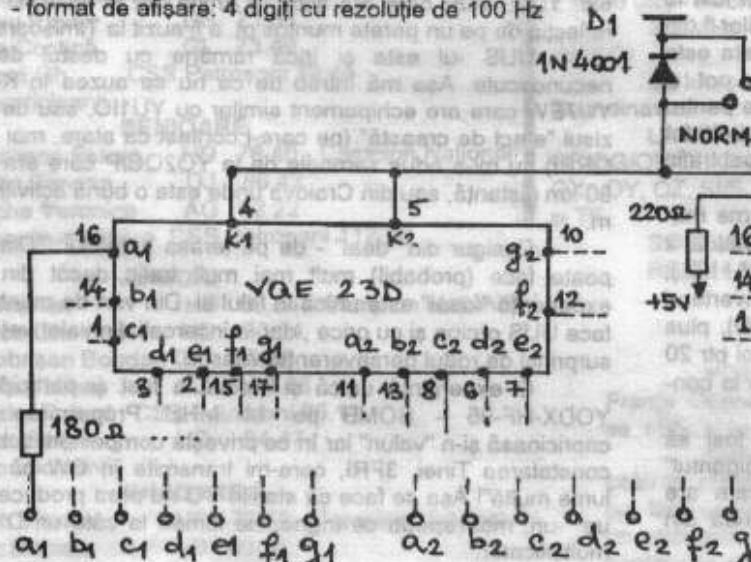

Fig. 1
A. Unitatea de afişare cu 4 digită (fig.1) este realizată pe un mic circuit imprimat și cuprinde două afişoare duble cu catod comun tip VQE 23 D care au fost în mod particular disponibile.